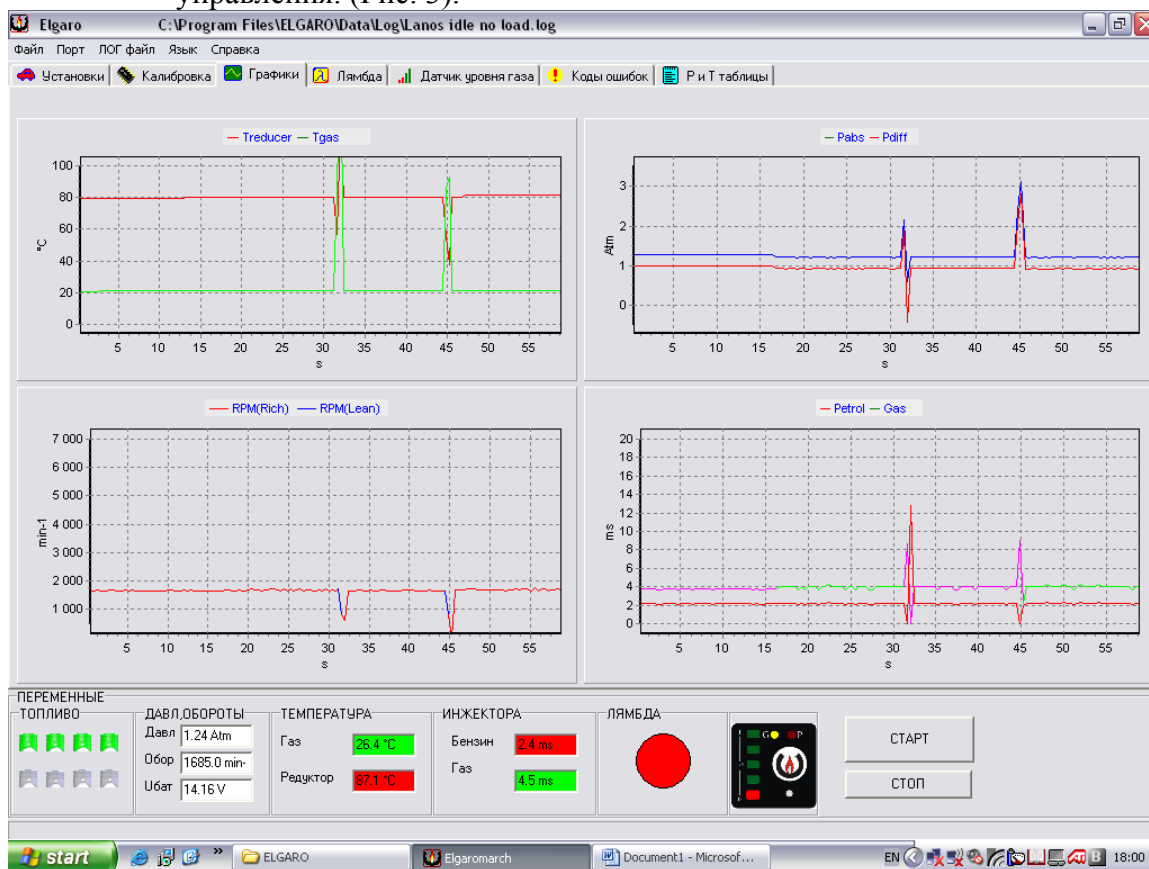

Рис. 3. Осциллограммы переменных при работе двигателя на бензине
2.2.6 Запустите заново диагностическую программу ELGARО, и в диалоговом окне **Графики** нажмите кнопку **Старт**. При правильном выполнении вышеуказанных операций Вы будете наблюдать графическое изображение работы блока управления. (Рис. 3).